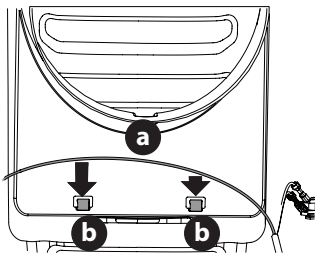

Figura 12
4. Asegure el arnés de faros delanteros (a) en las dos guías (b) del frente del pleno (Figura 12).